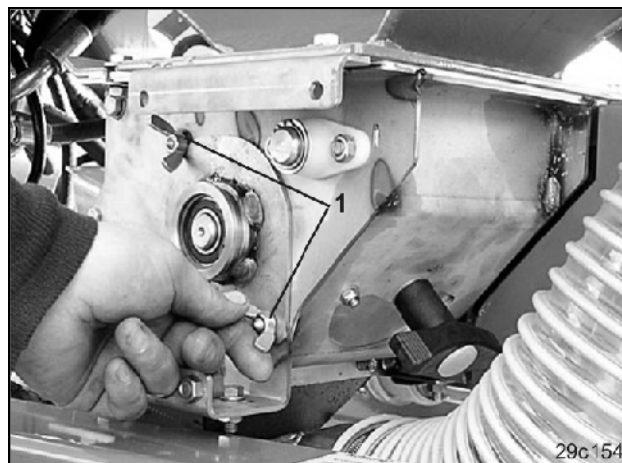

Fig. 73
- De to vingemøtrikker (Fig. 73/1) løsnes, men skrues ikke af.